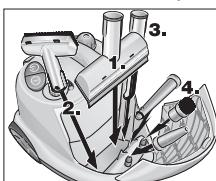

Рис. 10: відділення для приладдя Рис. 11: складання приладдя
- Помістіть ручне сопло, віконне сопло, сопло точкового струменя та дрібне приладдя у відділення для приладдя (див. рис. 10).